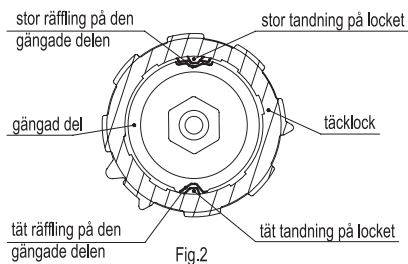

Fig.2
- Montera locket genom att matcha de två olika räfflade delarna (en bred och en smal) i locket, med motsvarande räfflingar på den gängade delen (Fig. 2).